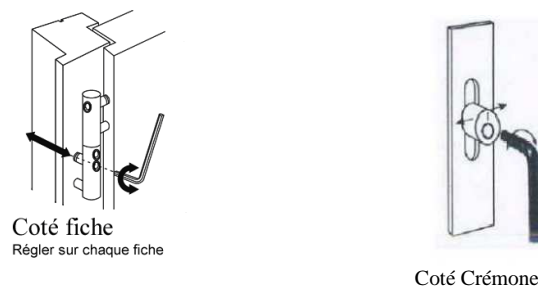

**Figure 2**
- Respecter 15 mm de jeu entre l'ouvrant et le sol intérieur fini (figure 2).